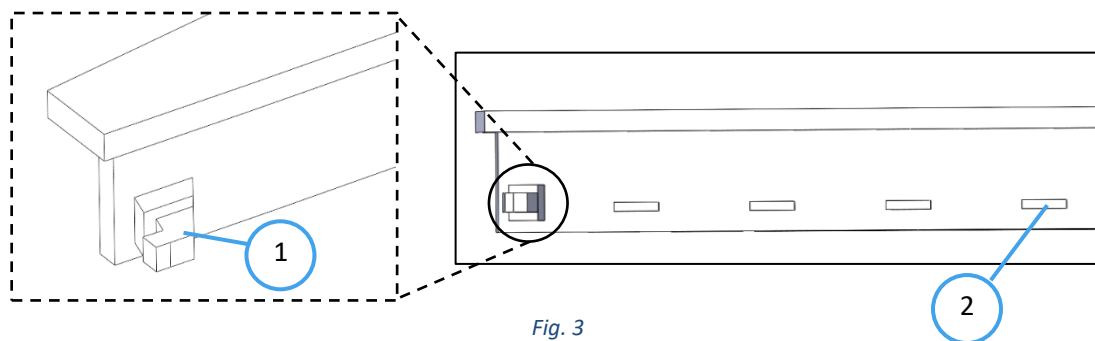

Fig. 3
4. Fixez les nouvelles lames en caoutchouc avant en alignant les fentes avec les saillies prévues sur la cartouche de la raclette (Fig. 3).
7. Fixez la nouvelle lame sur le support de la raclette, en alignant le crochet (Fig. 3 - 1) et la fente en caoutchouc sur les blocs (Fig. 3 - 2).